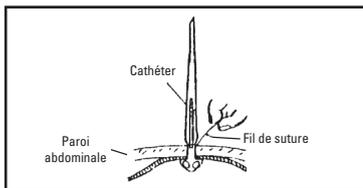

Figure 7
- Saisir l'extrémité lâche de la bande déchirable (matériau de suture noir situé à l'extrémité distale de la bande rouge) et tirer le long de la bande rouge (dans le sens opposé au patient) (Figure 7).